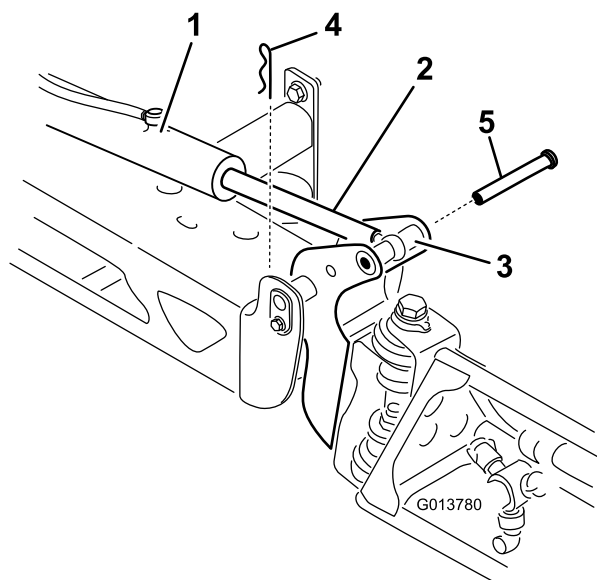

Figure 74
- Retirez la goupille fendue de l'axe de chape (Figure 74).
- Levez la section, retirez l'axe de chape et abaissez lentement la section au sol (Figure 74).
7. Tout en soutenant la section de pulvérisation, insérez l'axe de chape dans le pivot de rampe et la tige de vérin (Figure 74).